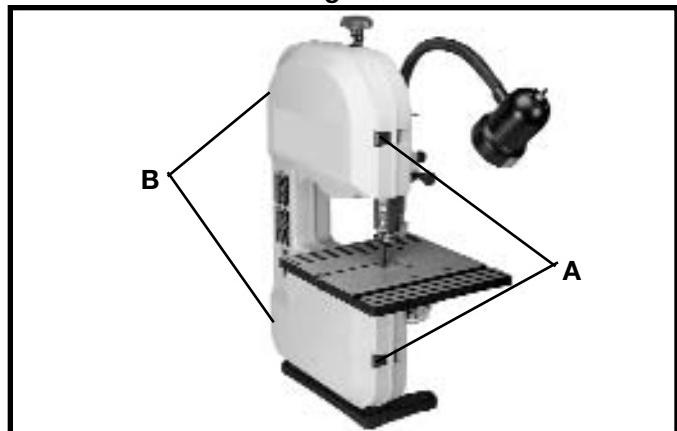

Fig. 17
Para el propósito de realizar ajustes tales como el cambio de la hoja, la compensación de la hoja, los ajustes a la guía de la hoja, etc., la puerta bisagrada (B) Figs. 17 y 18, debe abrirse de la siguiente manera:
1. Presione los dos pestillos de cierre (A) Fig. 17 y abra la puerta (B).
3. Para cerrar y afianzar la puerta (B) Figs. 17 y 18, haga presión directamente sobre los pestillos (A) Fig. 17 hasta que los pestillos queden en la posición de bloqueo emitiendo un chasquido.